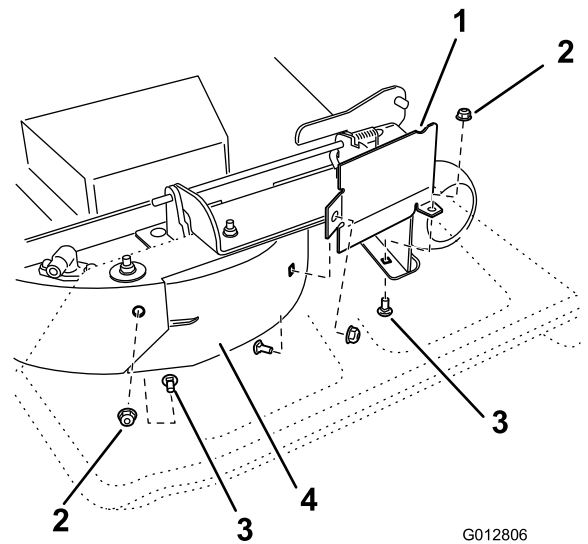

Figura 30
8. Remova o parafuso de carroçaria (5/16 pol. x 3/4 pol.) e porca de bloqueio (5/16 pol.) na parede lateral da plataforma do cortador que prende o abafador à plataforma (**Figura 30**).
9. Localize o resguardo do abafador na extremidade frontal da abertura de descarga lateral. Remova as fixações que prendem o resguardo do abafador e abafador direito à plataforma do cortador como se mostra na **Figura 30**. Remova o resguardo do abafador e guarde todas as fixações.